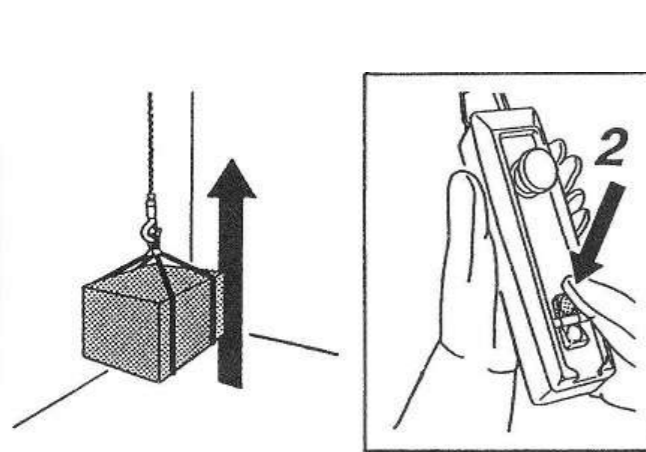

fig.103
7. Premere il pulsante "2" di salita per mettere in tiro la catena e tentare di sollevare il peso campione. (fig.103)